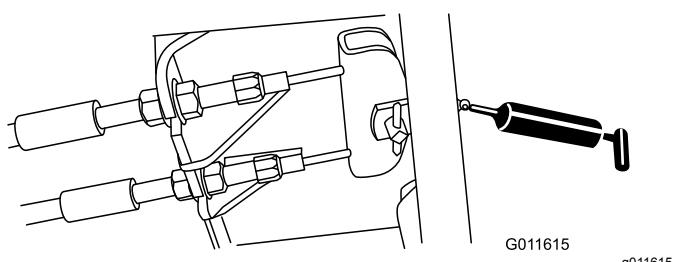

**Figura 53**
- Rótulas do cilindro de direção (2) e eixo traseiro (1) (Figura 53)